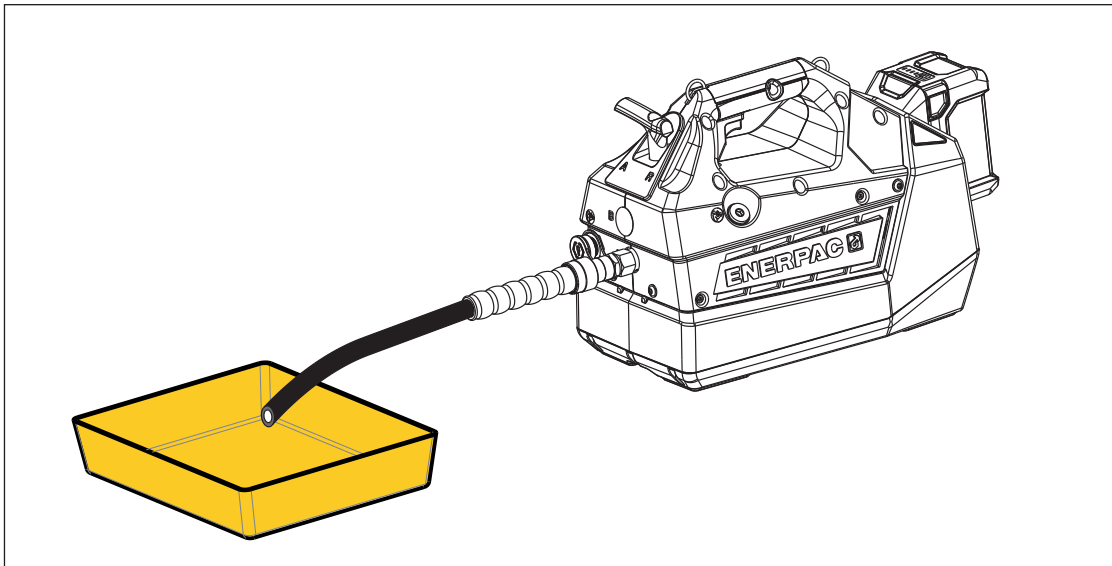

図15: 油圧容器の抜き取り
8. トリガースイッチを引き上げてポンプモータを始動し、容器の排出を開始します。ホースの開口部から流れ出るオイルが止まるまでモータを動かし続けます。その後、トリガースイッチを放します。図15を参照してください。